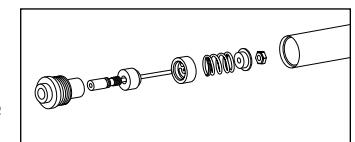

Fig. 5
- Retirez la soupape de base de la tige d'amortisseur en la faisant glisser. Notez l'orientation de la soupape de base, de la plaque de vérification, de la rondelle ondulée et du support. (voir Fig. 5).